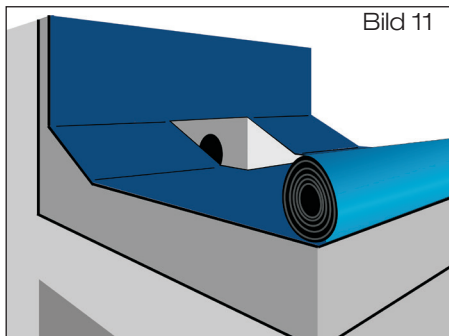

Bild 11
- 2.5 Zweite Lage der Dachdichtungsbahn über Ablauf ausrollen. Im Bereich des Attikaablaufes Aussparung mit Abmessungen entsprechend Außenkonturen der Sieböffnung vorsehen (Bild 11). Zweite Lage der Dachdichtungsbahn zurückrollen, Anschlussmanschette und zweite Lage der Dachdichtungsbahn gemäß Verlegevorschriften des Dachdichtungsbahnherstellers verschweißen. Überstände der Abdichtungslage in den Einlaufbereich sind zu entfernen.